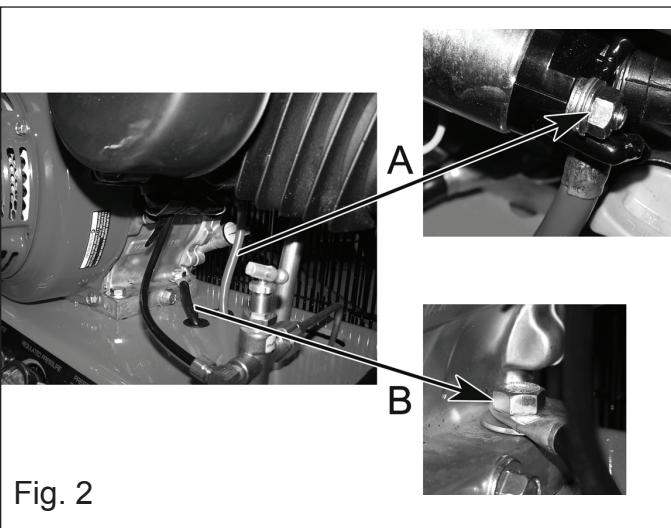
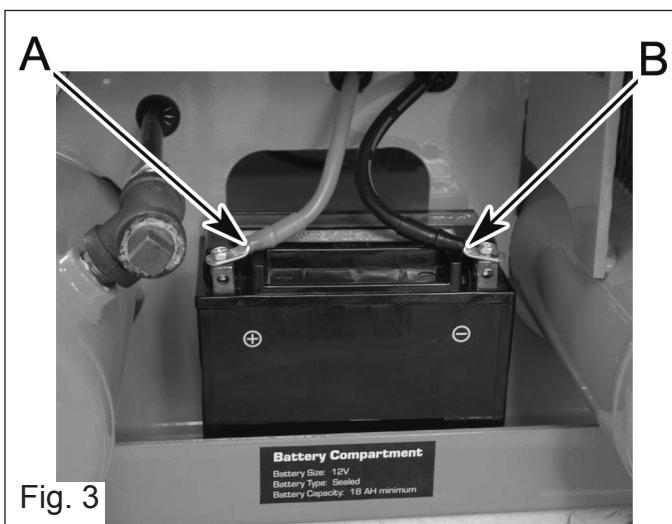

Fig. 2
Fig. 3
- e. Las ruedas están desmontadas. Quite las 2 ruedas del cartón. Quite uno de los pernos del tirón (**A**). Saque el árbol (**B**). Ponga la primera rueda (**C**) sobre el árbol, empuje el árbol a través. Ponga el espaciador (**D**) sobre el árbol, empuje el árbol a través y después ponga la segunda rueda (**E**) sobre el árbol. Empuje el árbol hacia adentro hasta que golpee el otro perno del tirón. Substituya el perno del tirón (**A**) (véase Fig. 2).
1. Connect a 26" long 4 gauge red battery cable with 5/16" ring lugs (A) to the positive (+) starter terminal (Fig. 2) (*battery cable not included*).
2. Connect a 32" long 4 gauge black negative (-) battery cable with 3/8" ring lugs (B) to the grounding bolt on the engine shown in the illustration (Fig. 2) (*battery cable not included*).
5. Connect the battery positive (+) cable (A) to the battery positive terminal (Fig. 3).
6. Connect the battery negative (-) cable (B) to the battery negative terminal (Fig. 3).
1. Raccorder un câble rouge de batterie de calibre 4 et de 26 po de longueur avec des cosses de 5/16 po (A) à la borne positive (+) du démarreur (Fig. 2) (*câble de batterie non fourni*).
2. Raccorder un câble noir négatif (-) de batterie de calibre 4 et de 32 po de longueur avec des cosses de 3/8 po (B) au boulon de mise à la masse du moteur illustré (Fig. 2) (*câble de batterie non fourni*).
5. Connecter le câble (A) positif (+) de la batterie à la borne positive (+) de la batterie (Fig 3).
6. Connecter le câble négatif (-) de la batterie à la borne négative (-) de la batterie (Fig 3).
1. Conecte un cable rojo de batería de 26" de largo, calibre 4 con las terminales circulares de 5/16" (A) al terminal positivo (+) del motor de arranque (fig. 2) (*no incluye cable de batería*).
2. Conecte un cable negro negativo (-) de batería de 32" de largo, calibre 4 con las terminales circulares de 3/8" (B) al tornillo de conexión a tierra en el motor como se muestra en la ilustración (fig. 2) (*no incluye cable de batería*).
5. Conecte el cable positivo (+) de la batería (A) al terminal positivo (+) de la batería.
6. Conecte el cable negativo (-) de la batería al terminal negativo (-) de la batería (Fig. 3).